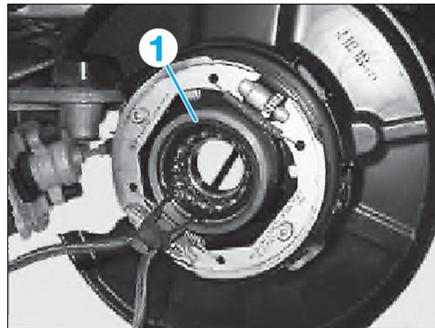

Fig. 57
- Comprimer le circlip (1) à l'aide d'une pince et l'extraire (Fig.57).